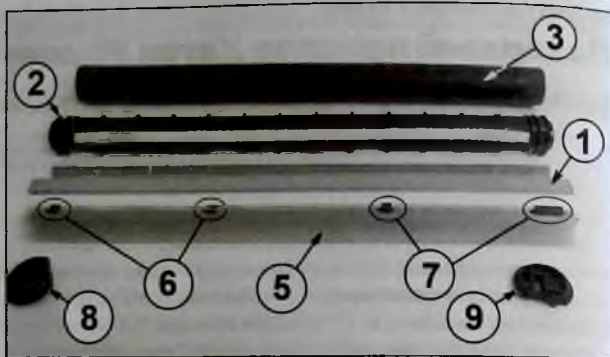

Рис. 79
Прижим бумаги к термовалу реализован металлической прижимной планкой (1 на рис. 79). На планке расположена пластмассовая направляющая (2) термопленки (3) и пластмассовая пластина прижима термопленки в сборе с термотканью (5) к термовалу. Термоткань (тканевая накладка прижимной пластины) зафиксирована на пластине четырьмя выступами (6 и 7). Пластмассовая направляющая фиксируется на прижимной планке с левой и правой сторон пластмассовыми ограничителями (8 и 9) осевого смещения термопленки.